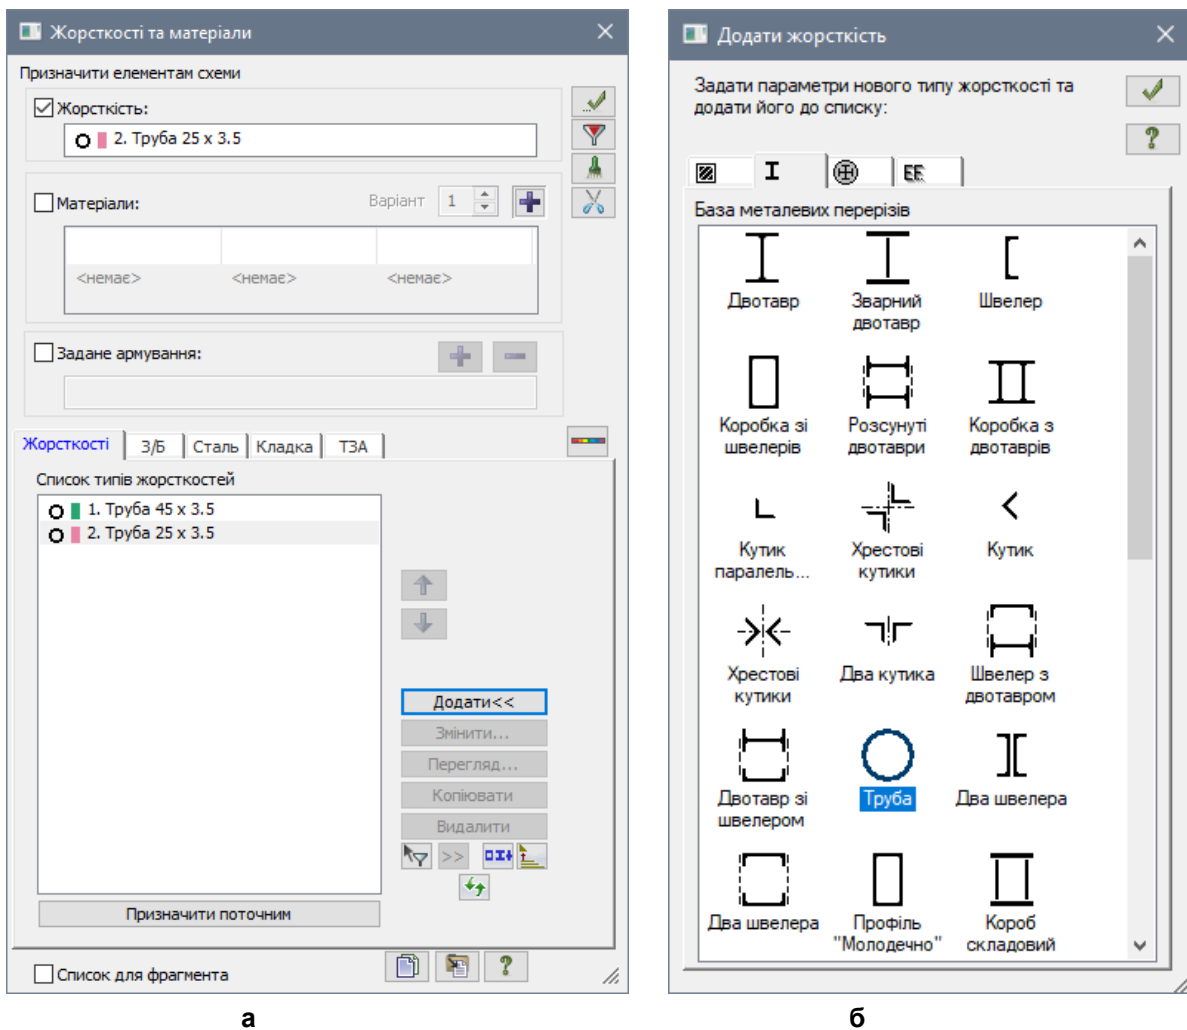

Рис. 5.9. Діалогові вікна: а – Жорсткості та матеріали елементів, б – Додати жорсткість
- Натисканням на кнопку  – **Жорсткості та матеріали елементів** (панель **Жорсткості та в'язі** на вкладці **Створення та редагування**) відкрийте діалогове вікно **Жорсткості та матеріали** (рис. 5.9,а).
- В цьому вікні натисніть на кнопку **Додати** і у наступному вікні **Додати жорсткість** (бібліотеці жорсткісних характеристик) перейдіть на другу закладку **База металевих перерізів** (рис. 5.9,б).